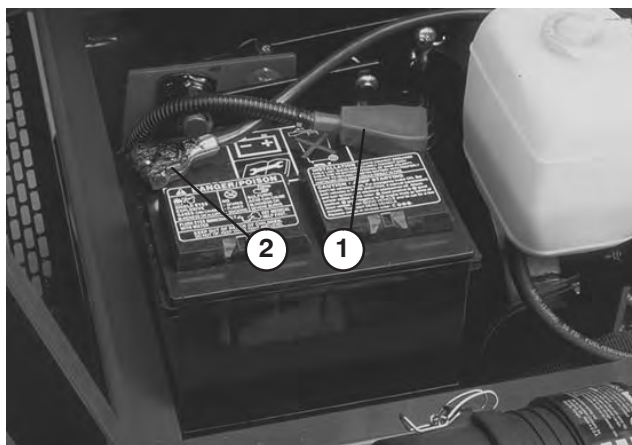

Bild 2
2. Stellen Sie sicher, dass die Batterie gut befestigt ist und prüfen Sie die Batterieladung mit einem Hydrometer. Wenn die Batterie aufgeladen werden muss, muss mindestens ein Batteriekabel (am besten das Pluskabel (+)) von der Batterie abgeschlossen sein, bevor Sie das Ladegerät anschließen (Bild 2).
3. Schieben Sie das rote Pluskabel der Batterie auf den positiven Batteriepol und ziehen Sie die Mutter an (Bild 2).
4. Falls das Kabel abgeschlossen wurde, schieben Sie das schwarze Minuskabel der Batterie auf den negativen Batteriepol und ziehen Sie die Mutter an (Bild 2).